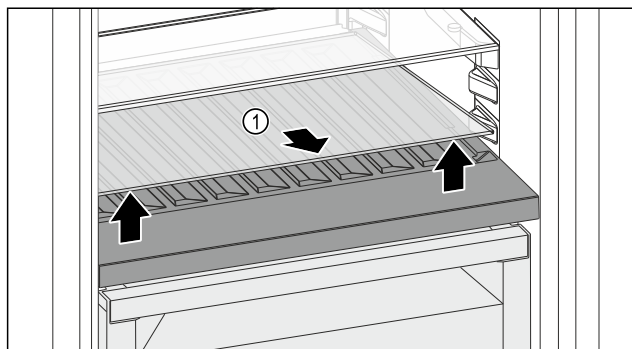

Fig. 166
- ▶ Podignite staklenu ploču Fig. 166 (1) na otvoru sprijeda i izvadite je.
- ▶ Čuvajte staklenu ploču Fig. 166 (1) na sigurnom izvan uređaja.
- ▶ Uložite staklenu ploču (2) ispod promjenjive police za boce.